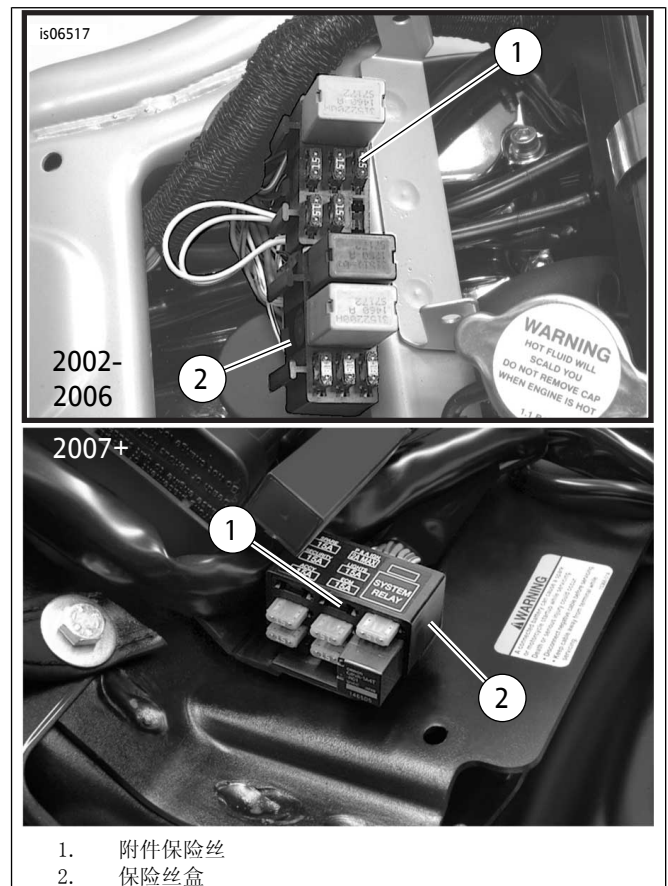

图15. 附件保险丝的位置(威路德车型)
1. 参见图15。小心地在容易够及的位置将靠近保险丝盒(2)的主线束包裹切开一个区域。剪断连接保险丝空腔(1)的橙色/白色主线束导线,它标记有: